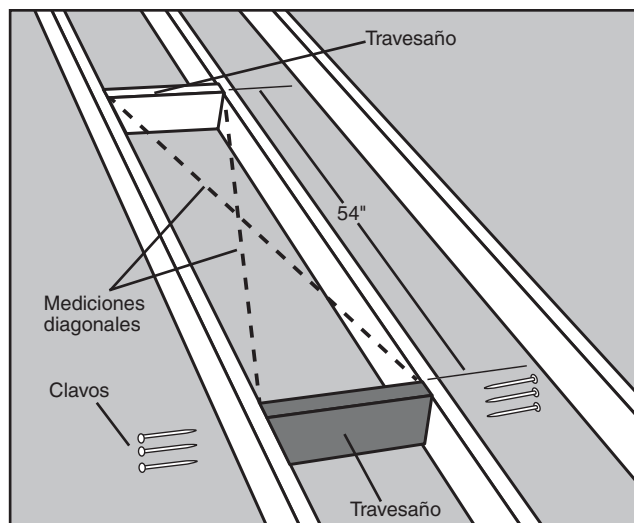

FIGURA 13 Cómo verificar los ángulos rectos (perpendicularidad)
- PASO 5.** Posicione el segundo travesaño 54 pulgadas a partir del primer travesaño y repita el Paso 4 (Véase la Figura 13).
- PASO 6.** El marco para la abertura preliminar requiere cuatro lados. Los travesaños conforman dos de estos lados. Si las vigas de su cielo raso están espaciadas de modo que estas conforman los otros dos lados de la abertura preliminar, revise la abertura en cuanto a ángulo recto midiendo transversalmente las diagonales. Las mediciones no deben diferir en más de 1/8" para considerarse en ángulo recto (Véase la Figura 13). Si las vigas de su cielo raso no conforman los otros dos lados de la abertura preliminar, usted debe instalar una o dos piezas adicionales de madera para enmarcar el otro lado(s) de la abertura preliminar, vaya a "Instalación de los travesaños longitudinales" en la página 30.